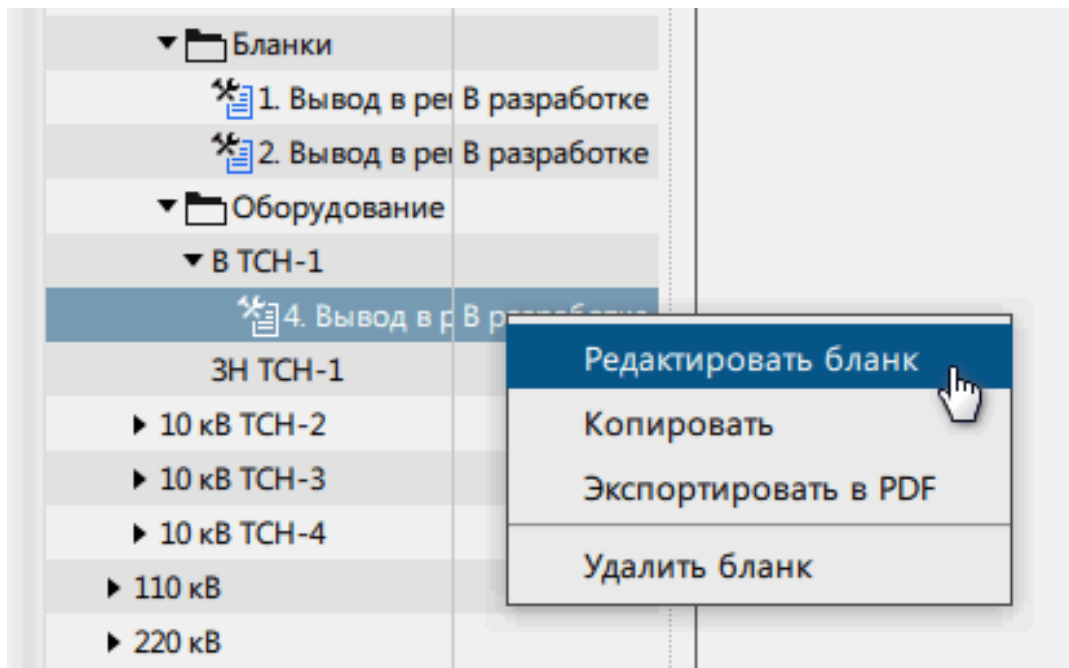

Рисунок 116 - Редактировать бланк
4. Нажмите по созданному бланку **ПКМ** и выберите команду **Редактировать бланк** (Рисунок 116). Статус бланка перейдет в состояние «Редактируется».